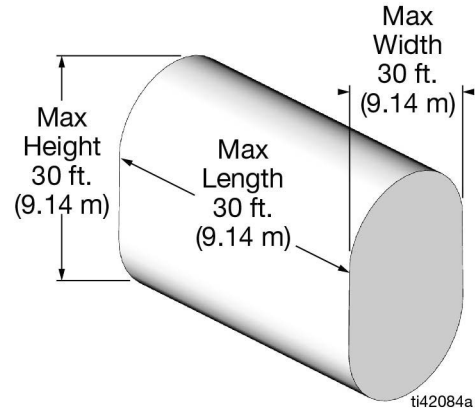

ABB. 19
- Die Tankendwände müssen flach sein; sie dürfen keine andere Form aufweisen, auch keine Glockenform (ABB. 19). Gegebenenfalls ist ein nicht genormter Tank zu verwenden.